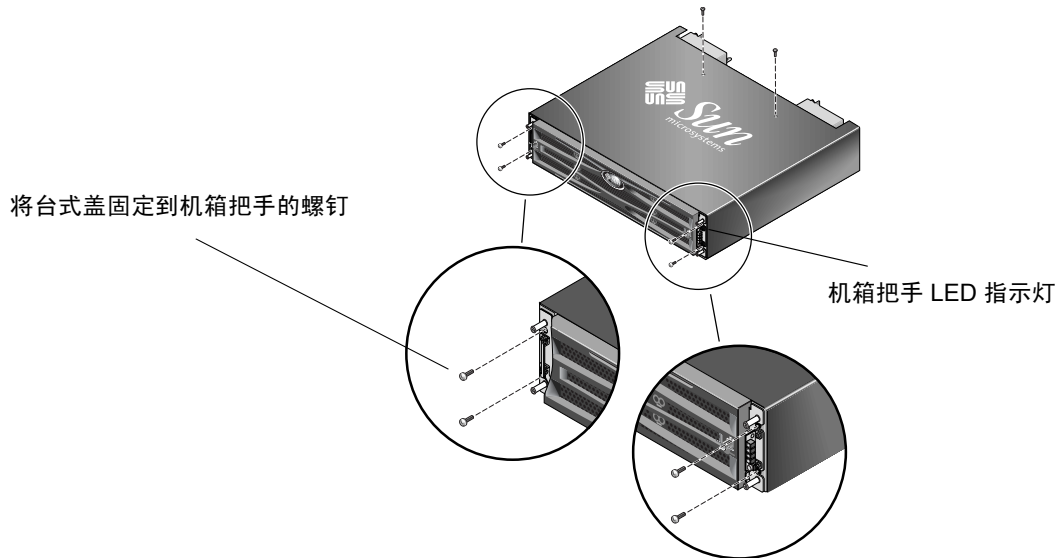

图 2-5 将机箱把手挂接到台式盖
6. 用两个 10-32 x 1/4 英寸 Phillips 锥形头螺钉在两侧将台式盖前端连接到阵列的前把手上，不必拧紧。请参见图 2-5。